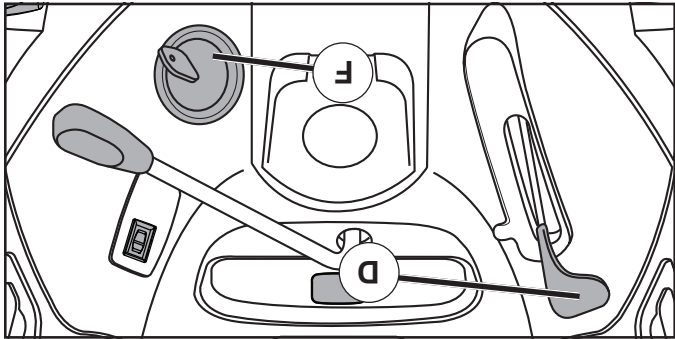

Fig. 6
- Mueva el control de la aceleración (D) a la posición de lento. Si no se mueve el control de la aceleración a la posición de lento y se permite que el motor ande en vacío antes de pararlo puede producir la contraexplosión del motor.
- Gire la llave de ignición (F) a la posición de apagado "STOP" y remueva la llave al abandonar el tractor para evitar el uso no autorizado.
### PARA USAR EL CONTROL DE LA ACELERACIÓN (D) (Vea Fig. 6)